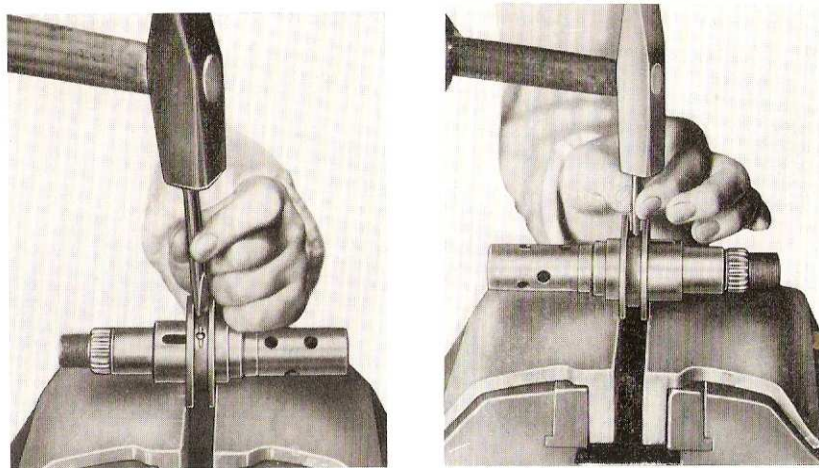

Fig. 14 - 15 - Montage du manchon et chanfrein de la goupille
8. Fig. 14 - Engager la goupille à fond en employant un pointeau  $\varnothing 3$  et un marteau.